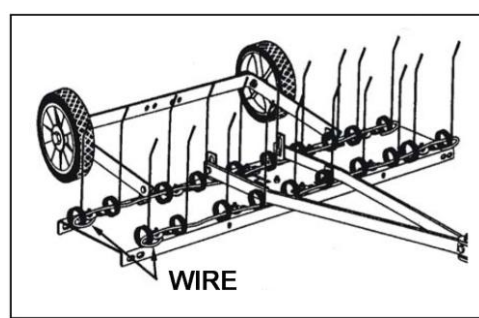

Figur 6
8. Monter hjulene på hjulakselen med to tilløpbolter og låsmuttere (M10), se figur 6. Dra til helt.